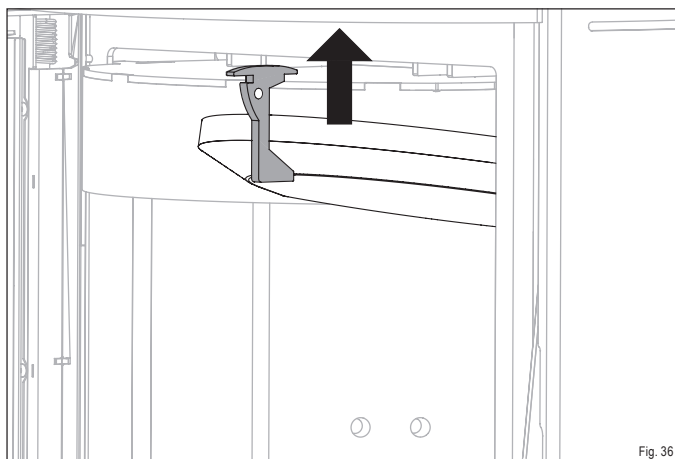

Fig. 36
- ▶ Faites glisser le support de la pierre thermique vers le haut (Fig. 36).